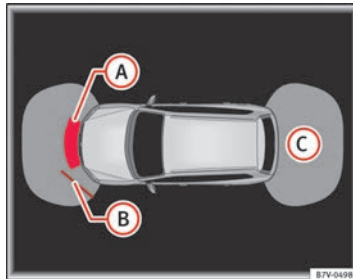

Abb. 143 Bildschirmanzeige des OPS: (A) Hindernis im Kollisionsbereich erkannt. (B) Hindernis im Segment erkannt. (C) Abgetasteter Bereich hinter dem Fahrzeug.
Der Bereich, in dem Hindernisse erkannt werden, erstreckt sich vor dem Fahrzeug bis zu einem Abstand von etwa 120 cm und etwa 60 cm zur Seite ⇒ Abb. 144 (B). Der Bereich hinter dem Fahrzeug wird bis zu einem Abstand von etwa 160 cm und etwa 60 cm zur Seite abgetastet ⇒ Abb. 143 (C).